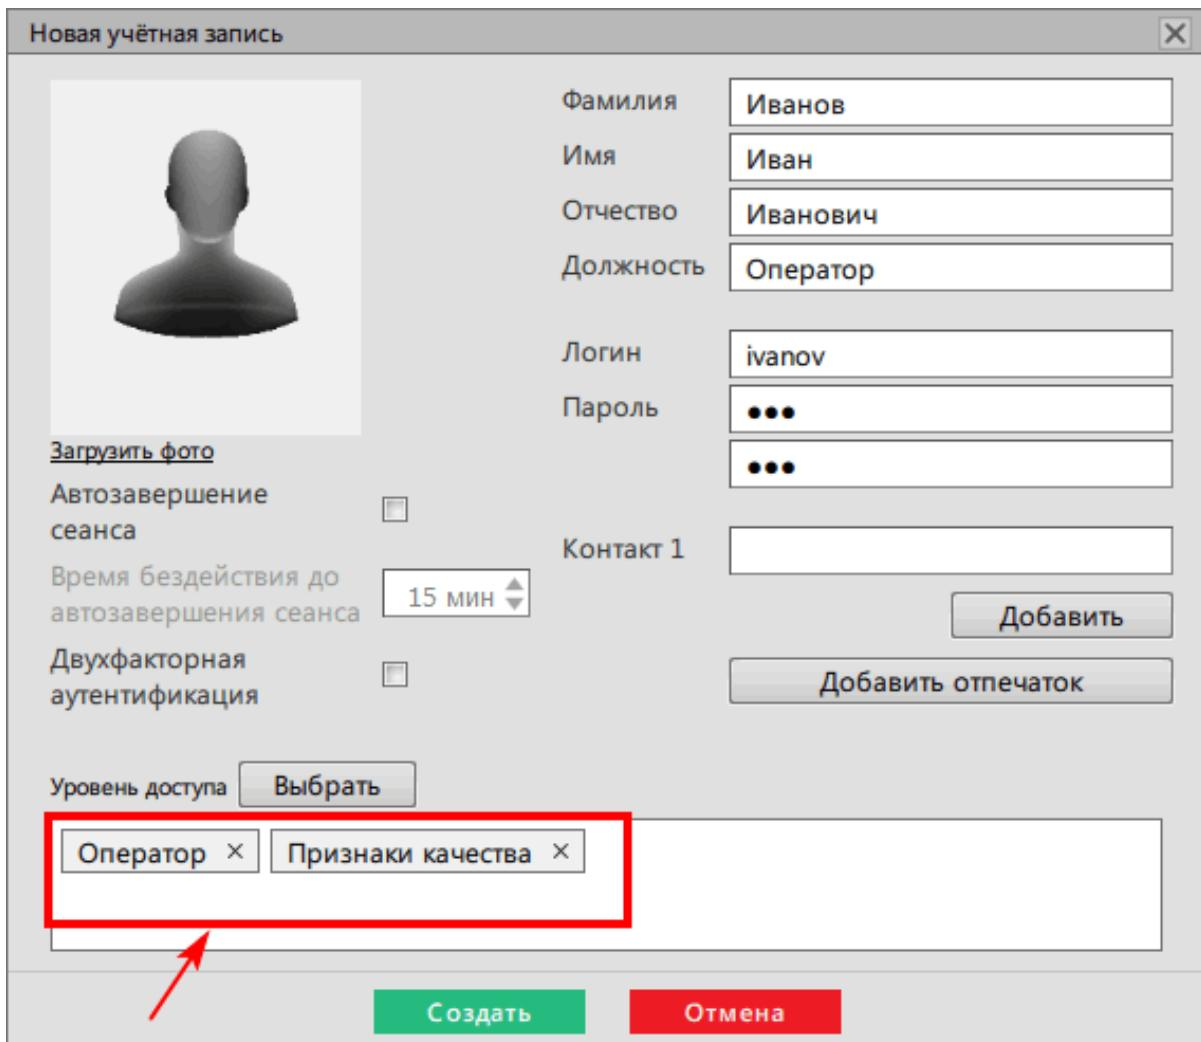

Рисунок 213 - Учетная запись оператора
5. На вкладке Учетные записи к учетной записи оператора добавьте роль из п.4 (Рисунок 213).